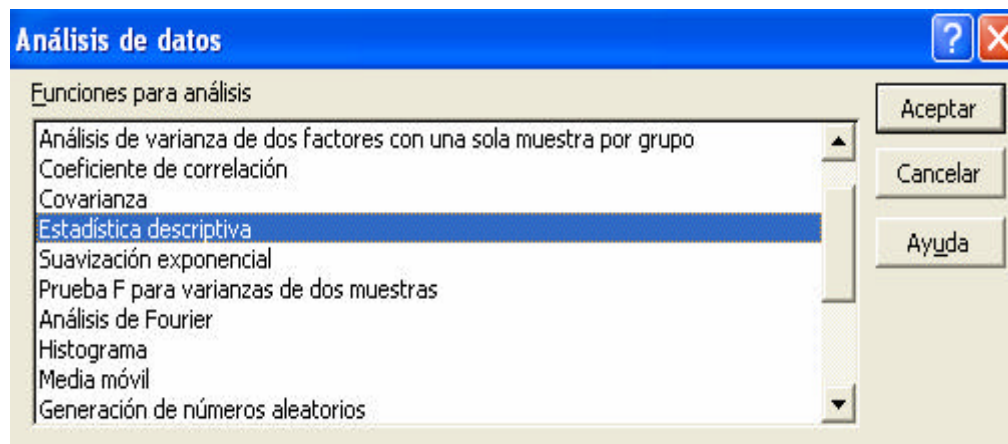

Figura 39 Función Estadística descriptiva
- b) Luego se desplegará el siguiente la herramienta para ANÁLISIS DE DATOS, donde se deberá seleccionar la opción ESTADÍSTICA DESCRIPTIVA, tal como se ilustra en la Figura 39